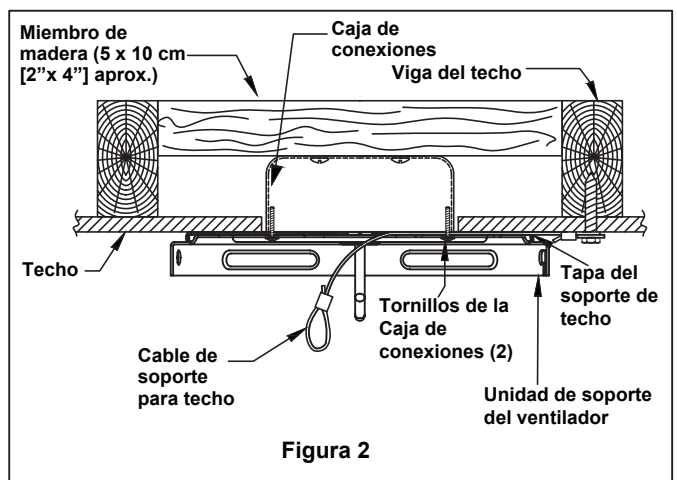

Figura 2
Uso de perfil profundo (Figura 2)
Es fundamental que la caja de distribución eléctrica y los tornillos estén bien asegurados a la estructura armada y que sean capaces de soportar una carga de, al menos, 15,9 kg (35 lb). Si los tornillos no están correctamente colocados, el ventilador podría caerse. (Figura 2)
La boîte de sortie doit être solidement ancrée et acceptable pour supporter un ventilateur de 15,9 kg (35 livres) au moins. Le support de suspension doit reposer fermement contre la boîte de sortie. (Figura 2)
1. Utilice el tornillo de intervalo de 3/8"x 2" y la arandela plana para fijar el cable de seguridad a la viga del techo o a la estructura de madera. Dicho tornillo pasará a través de arandela plana, la presilla del cable de seguridad y se fijará en la estructura del edificio. (Figura. 2)
2. El cable de soporte del techo necesita atravesar el centro. Orificio del soporte de techo durante el montaje. Usando los dos Los tornillos # 8-32 sujetan firmemente la junta del soporte de techo y el soporte del techo a la caja de conexiones del techo como se muestra. (Figura. 2)
- 2.** Presione hacia arriba el anillo de la cubierta de tornillos para ocultar los tornillos. Así, las pestañas de montaje se colocan en las ranuras con muescas ubicadas en la cubierta del techo entre los tornillos. (Figura 2)
2. Instale la ensamble de la placa de iluminación en el soporte utilizando las dos ranuras principales de conexión. Vuelva a colocar el tercer tornillo y asegure los tres tronillos. (Figura 2)
- 2.** Restaure la fuente de alimentación de la toma de corriente enciendi la electricidad del fusible principal. (Figura 2)